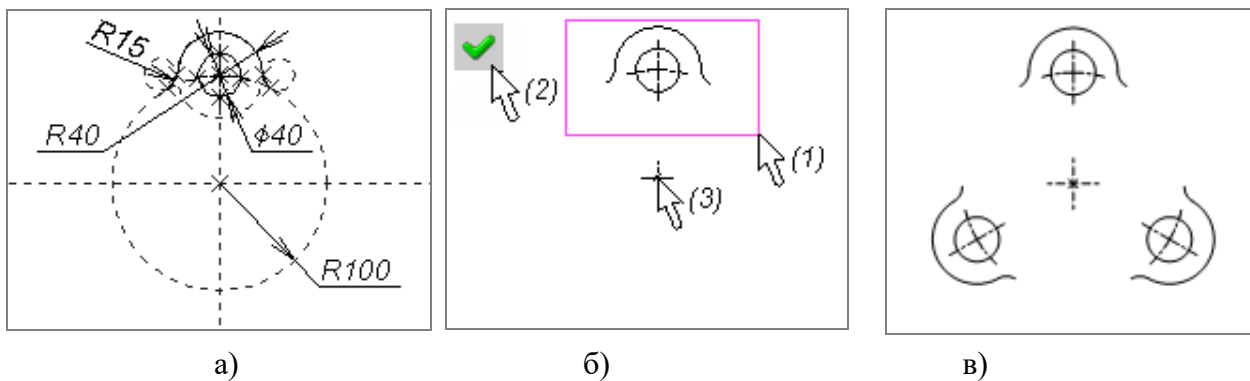

Рисунок 34 – Порядок построения кругового массива
2.3.1 Подготовительный этап: постройте изображение по заданным размерам (рисунок 34а). Уберите выступание линий построения при помощи опции в команде .